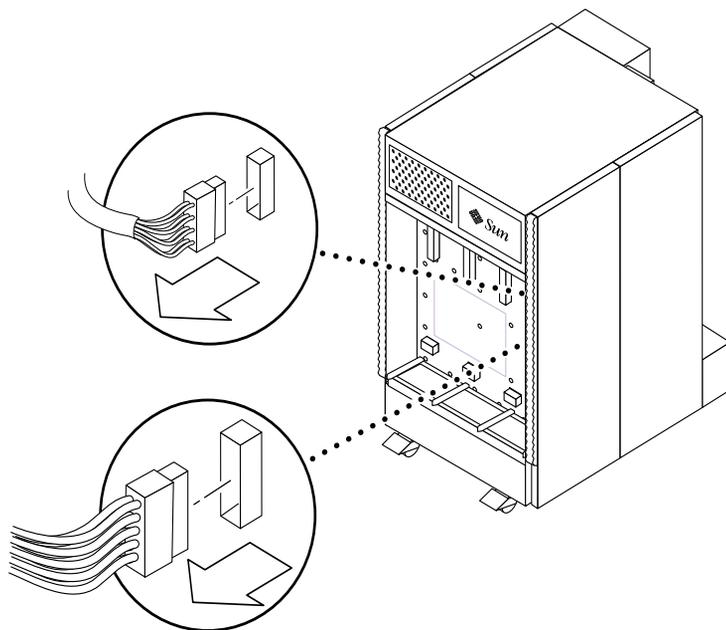

図 11-16 センタープレーンのコネクタからのケーブルの取り外し — Sun Fire E4900 システム
6. センタープレーンにケーブルを接続します (図 11-16)。